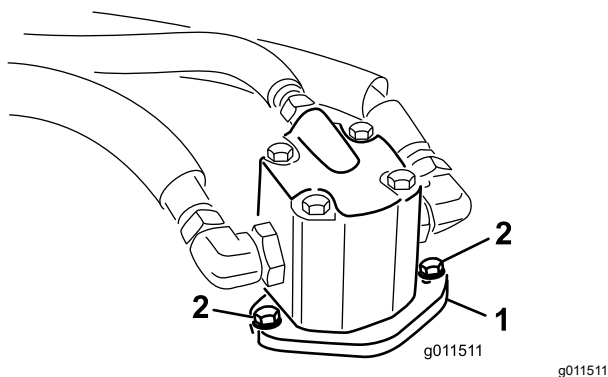

Figura 81
4. Retire los pernos que sujetan el motor hidráulico a la unidad de corte (Figura 81).